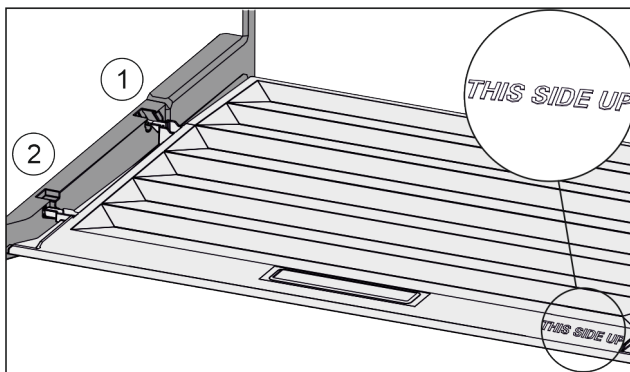

Fig. 155
- ▶ Deckelstege über Öffnung der hinteren Halterung Fig. 155 (1) einführen und vorne in Halterung Fig. 155 (2) einrasten.